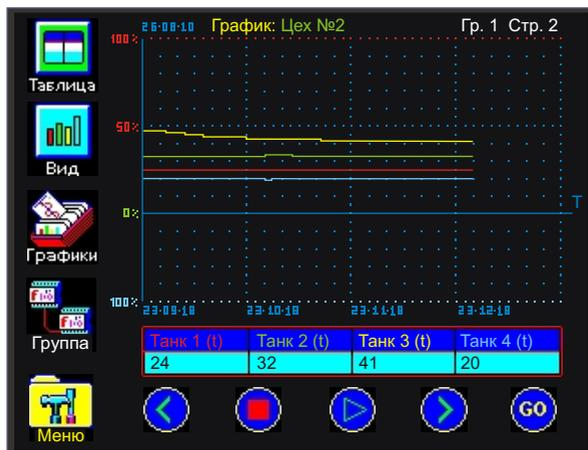

Рис. 143. Меню "Процесс" (Блок "График").
Окно **Имя графика** относится ко всем каналам. В нем присваивается имя, которым озаглавляется система координат, в которой происходит построение графиков (Рис. 143). Имя может состоять из 12-ти знаков.
В окне **Имя канала** присваивается имя данному каналу, которое будет индексироваться в таблице соединений входов-выходов (Рис.141) и меню Процесс (Рис. 143).
9.6.5 В меню **Процесс** блок График представлен в виде системы координат, горизонтальная ось которой отображает реальное время, а вертикальная - величину параметра или сигнала в процентах от установленной шкалы (Рис. 143).